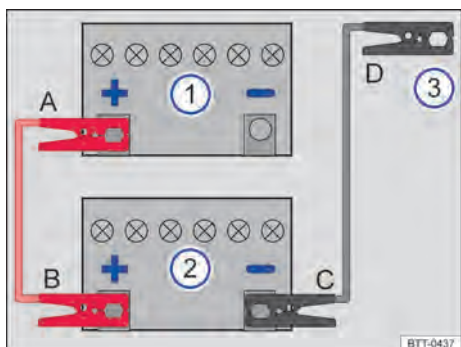
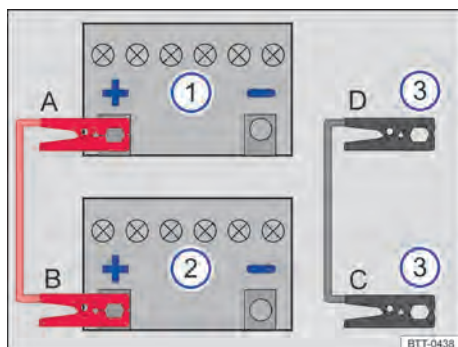

Fig. 251 Esquema para a conexão dos cabos auxiliares de partida dos veículos auxiliares de partida sem sistema Start-Stop.
Fig. 252 Esquema para a conexão dos cabos auxiliares de partida dos veículos auxiliares de partida com sistema Start-Stop.
Legenda para Fig. 251 e Fig. 252:
Conectar o cabo auxiliar de partida somente na sequência **A – B – C – D** ⇒ Fig. 251 ou ⇒ Fig. 252.
- Conectar uma extremidade do cabo auxiliar de partida *vermelho* ao polo positivo (+) ⇒ Fig. 251 ou ⇒ Fig. 252 do veículo com a bateria do veículo descarregado ① ⇒ .
- Conectar a outra extremidade do cabo auxiliar de partida *vermelho* ao polo positivo (+) da bateria do veículo fornecedor de corrente ②.
- Em veículos **sem sistema Start-Stop**: conectar uma extremidade do cabo auxiliar de partida *preto* preferencialmente no ponto de auxílio à partida (ponto de massa), ou então no polo negativo da bateria do veículo fornecedor de corrente ⇒ Fig. 251 ③.
- Em veículos **com sistema Start-Stop**: conectar uma extremidade do cabo auxiliar de partida *preto* ⇒ Fig. 252 ③ no ponto de auxílio à partida (ponto de massa), ou na argola de reboque dianteira aparafusada, em uma peça maciça de metal aparafusada firmemente no bloco do motor, ou ao próprio bloco do motor.
- Conectar a outra extremidade do cabo auxiliar de partida *preto* ⇒ Fig. 251 ③ ou ⇒ Fig. 252 ③ do veículo, com a bateria descarregada, preferencialmente a um ponto de auxílio à partida (ponto de massa), ou à argola de reboque dianteira aparafusada ⇒ Página 430, a uma peça maciça de metal parafusada firmemente ao bloco do motor ou ao próprio bloco do motor ⇒ .
- Conectar o cabo auxiliar de partida, com o motor ligado, somente na sequência **D – C – B – A** ⇒ Fig. 251 ou ⇒ Fig. 252.